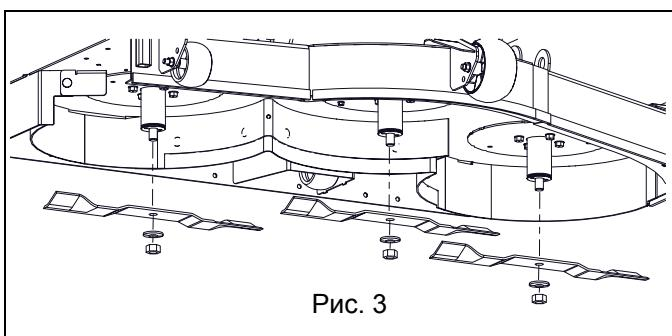

Рис. 3
- Снимите три шестигранные гайки $5/8"$ и шайбы, удерживающие ножи, а затем снимите ножи. Сохраните ножи для работы без комплекта для мульчирования. Сохраните гайки и шайбы для установки комплекта. См. Рис. 3.